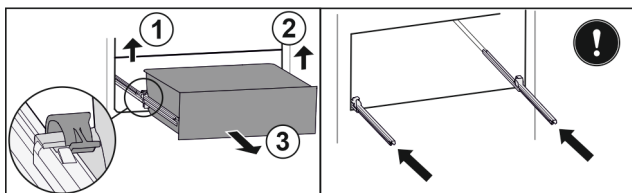

Fig. 154
- Podignite lijevu stezaljku i istovremeno izvucite ladicu lijevo prema naprijed. Fig. 154 (1)
- Podignite desnu stezaljku i istovremeno izvucite ladicu desno prema naprijed. Fig. 154 (2)
- Izvadite ladicu prema naprijed. Fig. 154 (3)